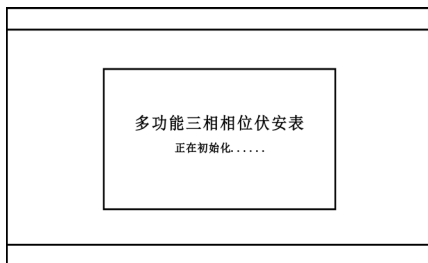
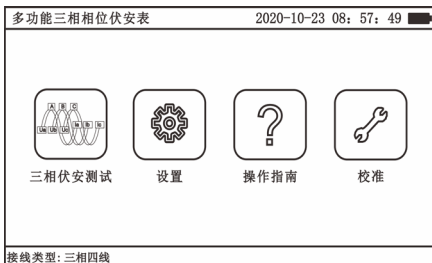

图 5（初始化界面）
图 6（主界面）
(1) 开机。仪表在关机状态下，按一下开机键，仪表上电，进入开机界面，如图 5 所示。初始化完成（约 5 秒）切换到主菜单界面。仪表开机进入主菜单界面后，只需点击相应的功能图标，就可以进入相应的功能选项（校准功能属于我司校准人员使用，对用户不可用）。如图 6 所示。